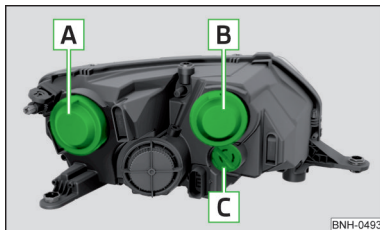

Abb. 180
Glühlampenordnung » Abb. 180
- › Die Schutzkappe **A** » Abb. 180 auf Seite 182 abnehmen.
› Die Schutzkappe **A** » Abb. 180 auf Seite 182 einsetzen.
- › Die Schutzkappe **B** » Abb. 180 auf Seite 182 abnehmen.
- › Die Schutzkappe **B** » Abb. 180 auf Seite 182 einsetzen.